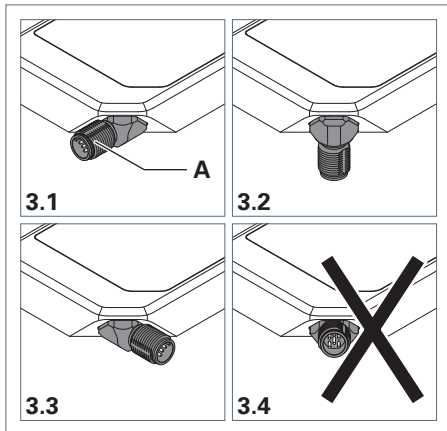

Fig. 3: APA – Positions du connecteur mâle.
- ▶ Tournez le connecteur mâle **A** sur la position prévue, voir Fig. 3. La position 3.4 n'est pas admissible car elle est sans fonction.